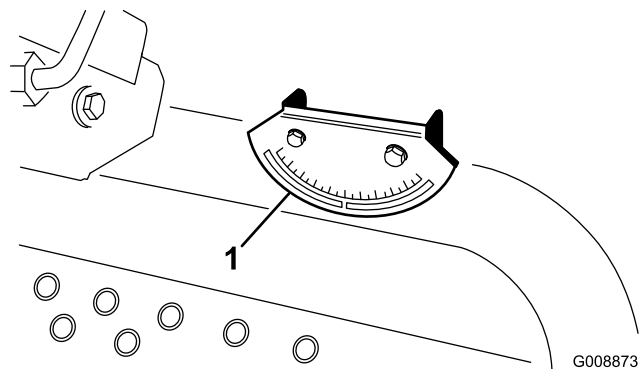

図 6
2. 機体のクロスビーム（燃料タンク脇）に携帯斜面計（付属品）を置いて、機体が水平になっていることを確認する（図 6）。このとき、運転席に座った状態で、機体に装着されている傾斜計の読みが  $0^\circ$  であれば問題ない。